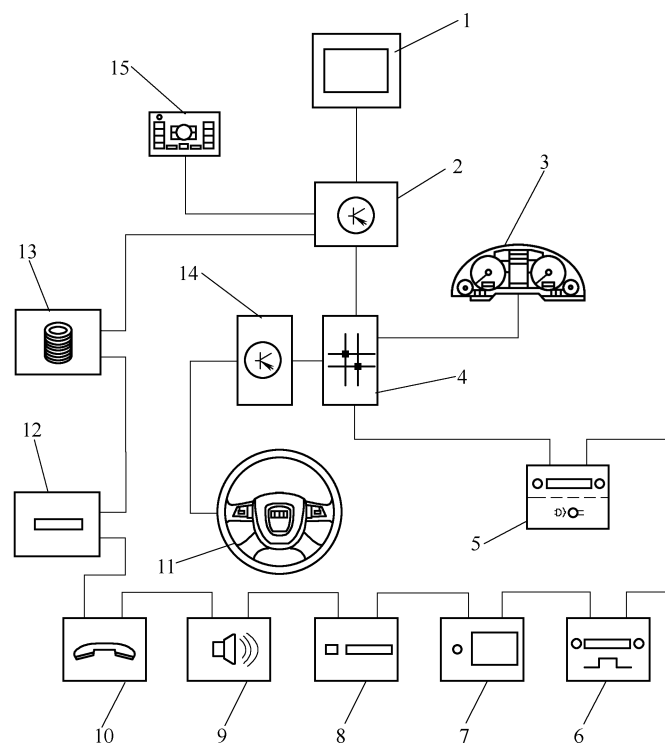

图 9-2-30 数据总线诊断接口 J533 与 MMI 的电控元件位置图
- (3) 前部信息显示和操作单元控制单元的显示单元 J685 安装在仪表板中部。
- (4) 多媒体装置操作单元 E380 安装在中部中控台内。
- (5) 导航系统(GPS)天线 R50。MMI 基本增强型导航系统天线安装在车顶尾板中部饰板后。
- (6) 天线放大器 R24 安装在车顶尾板左侧饰板后。
- (7) 前部信息显示和操作控制单元 J523 安装在杂物箱后。
- (8) 数据总线诊断接口 J533 安装在杂物箱后。
- (9) 媒体播放机(R119)安装在杂物箱内。
- (10) 电话的发送和接收器 R36 安装在驾驶员的地毯下。
- (11) 数字式声音套件控制单元 J525。MMI 基本增强型安装在行李箱内左侧饰板后。
- (12) 数字式收音机 R147 安装在行李箱内左侧饰板后。
- (二) 数据总线诊断接口 J533 与 MMI 的电控元件位置图(见图 9-2-30)